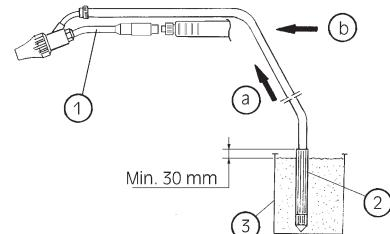

Abb. 7
Die Sandstrahlvorrichtung ist einfach anzubauen (siehe Abb. 7). Es braucht nur der Standardaufsatz gegen den Sandstrahlaufsat (1) ausgewechselt und der Sandsaugschlauch (2) in einen hierfür vorgesehenen Behälter (nicht mitgeliefert) eingesetzt zu werden. Es ist darauf zu achten, dass trockener Sand von zweckgemäßer Qualität (Quarzsand oder Kiesel sand, Ihr Händler gibt Ihnen gern Auskunft) verwendet wird. Der Schlauch soll 30 mm aus dem Sand austreten.